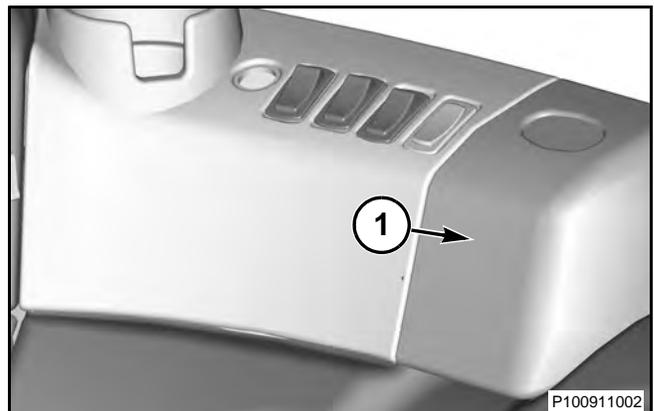

FIG. 145
FIG. 145: El conector está situado debajo de una cubierta (1) detrás del asiento del operador. Esta conexión funciona únicamente si hay instalada una unidad de radar.